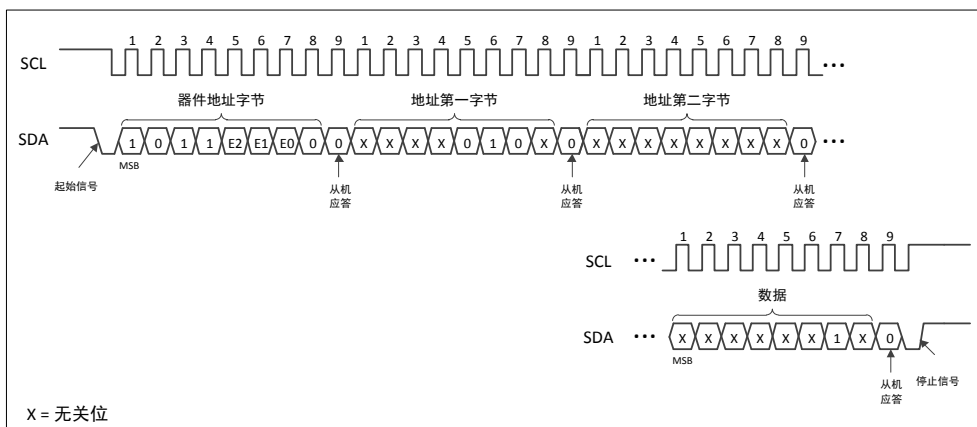

图 5-8 锁定标识页
- 数据字节必须等于二进制值 xxxx\_xx1x，x 表示“无关位”（见图 5-8）。